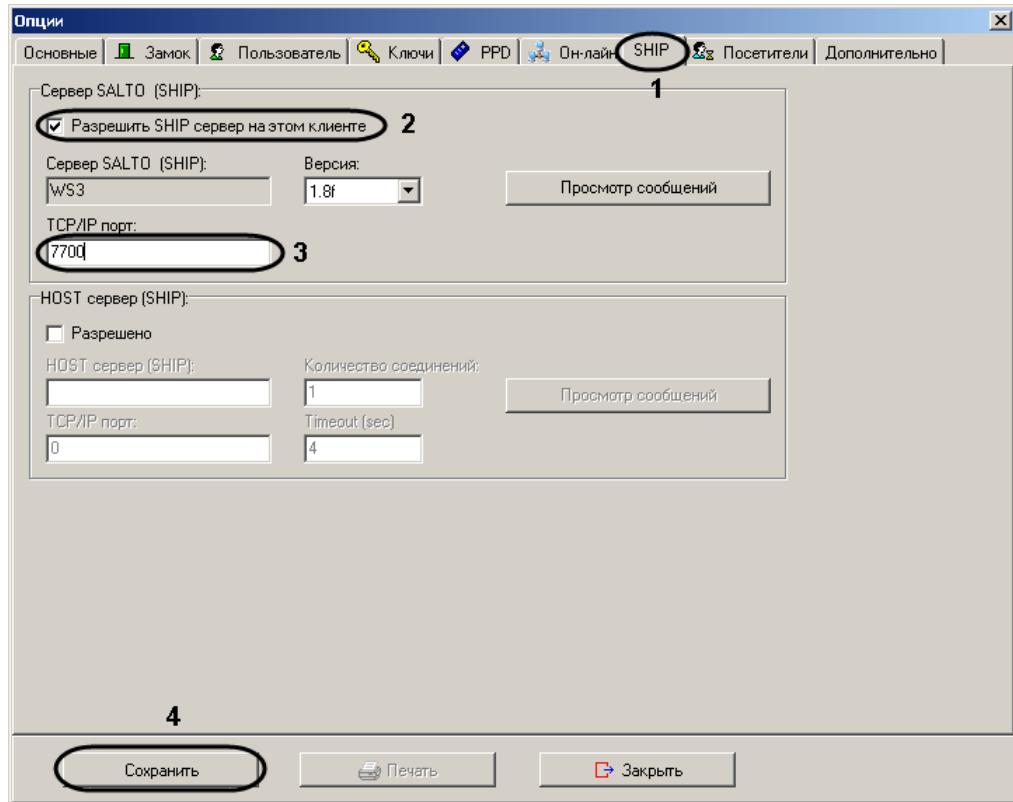

Рис. 3.2—4 Настройка порта для SHIP-протокола
3. Установить флагок **Разрешить SHIP-сервер на этом клиенте** (см. Рис. 3.2—4, 2).